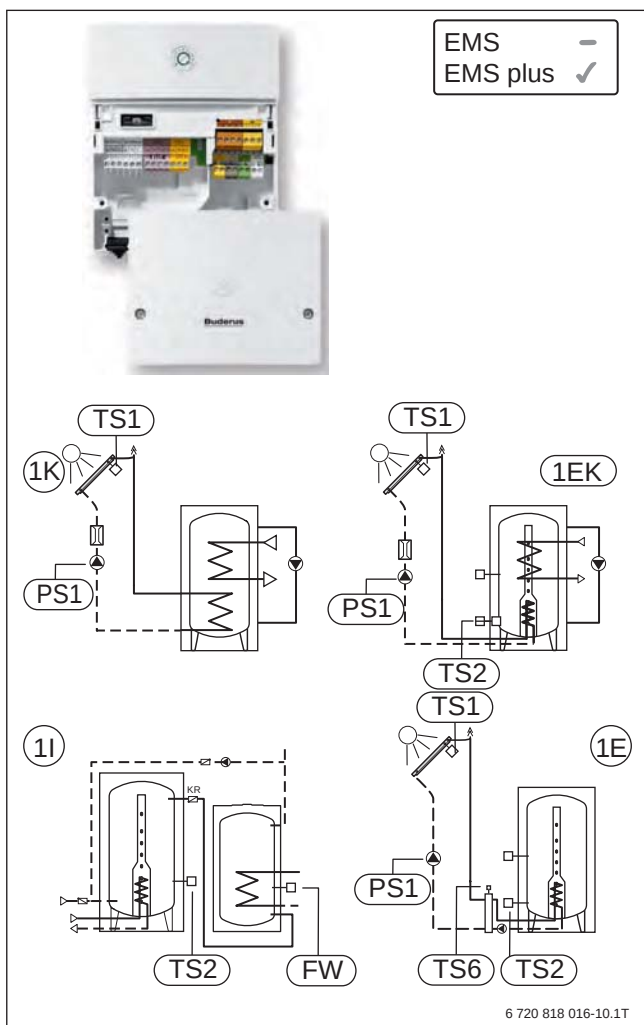

Рис. 77 Сонячний модуль SM100
- Щоденний нагрів або термічна дезінфекція (див. рис. 77, [1])
- Щоденний нагрів або термічна дезінфекція ступеня попереднього нагріву (послідовне приєднання баків) з насосом перевантаження (див. рис. 77, [3]) або насосом перемішування (див. рис. 77, [2])
- Перевантаження з бака попереднього нагріву в резервний бак (див. рис. 77, [3])
- Зовнішній теплообмінник в колекторному контурі з окремою активацією насосів первинного і вторинного контуру, включаючи функцію захисту від замерзання теплообмінника (див. рис. 77, [4])